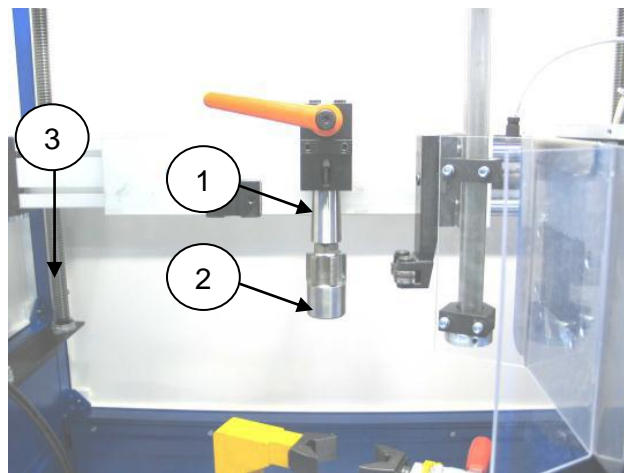

Рисунок 13
7.1. Чтобы нарезать резьбу на внутренней части трубы амортизатора, вы должны сначала открыть полностью нарезочную платформу. Установите метчик в инструментальную оправку (1 Рис. 13) в верхней части инструментальной станции с помощью рычага с эксцентриковым зажимом. Важно всегда использовать центрующее приспособление (2 Рис. 13), чтобы сделать резьбу правильно. (Вы найдете большой выбор специальных нарезочных метчиков и центрующих приспособлений в нашем каталоге в группе 96).